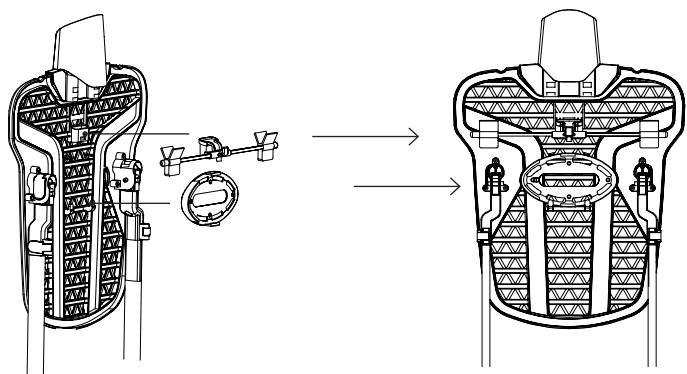

Fig.16
- Apagado y enfriamiento (Fig 16)